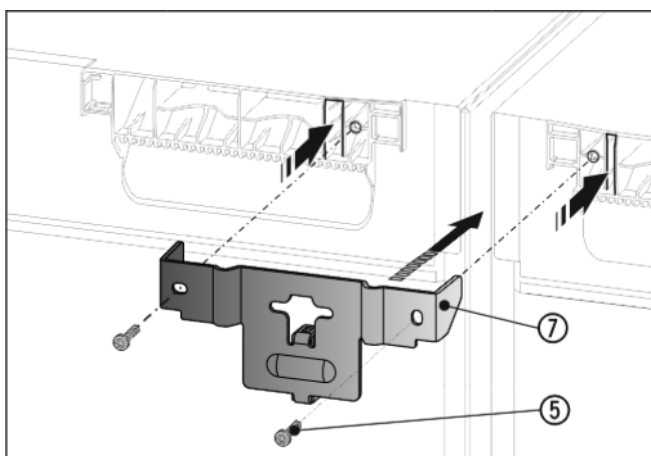

Fig. 9
- ▶ Skub vinklen Fig. 9 (7) og afstandsstykket mellem skabene og med laskerne i skabets top. Skru den fast med 2 skruer Fig. 9 (5).